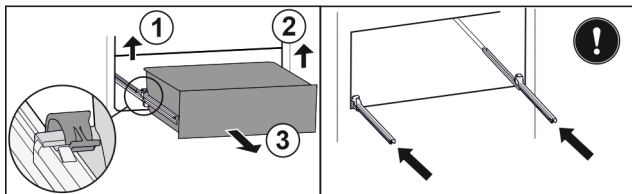

Fig. 167
- Dvignite levo spojko in hkrati povlecite predal levo naprej. Fig. 167 (1)
- Dvignite desno spojko in hkrati povlecite predal desno naprej. Fig. 167 (2)
- Predal vzemite ven v smeri naprej. Fig. 167 (3)